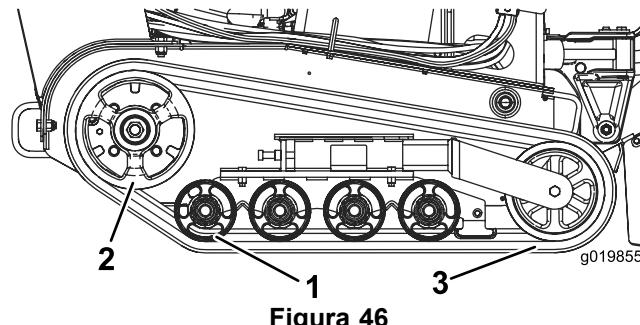

Figura 46
**Importante:** Asegúrese de limpiar completamente las ruedas de rodaje y la rueda motriz (Figura 46).
8. Empezando en la rueda motriz, pase la oruga nueva alrededor de dicha rueda, asegurándose de que los dientes del interior de la oruga encajen entre los espaciadores de la rueda (Figura 46).
9. Introduzca la oruga por debajo y entre las ruedas de rodaje trasera y central (Figura 46).